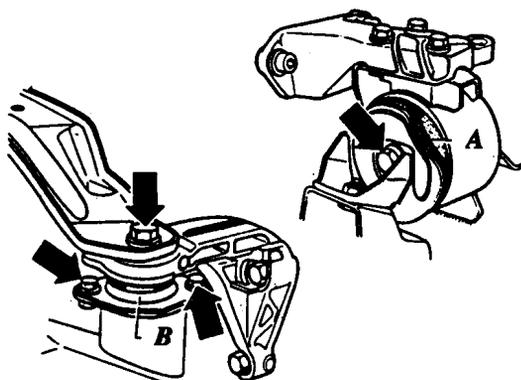
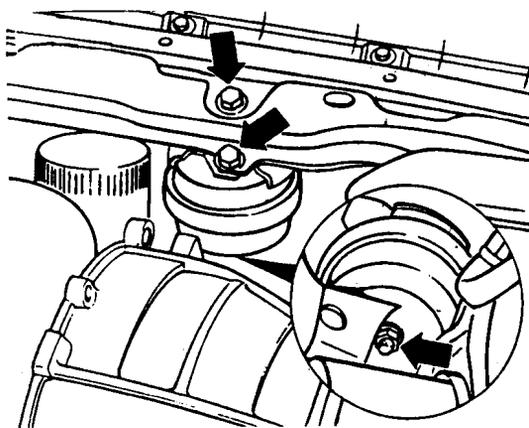

图 1-5 松开橡胶套
图 1-6 松开发动机支座前端
- (1) 松开粘接橡胶套 A（图 1-5）的中心螺栓；
- (2) 松开变速器与发动机支架处的粘结接胶座 B；
- (3) 松开发动机支座前端支架及粘结橡胶套 (图 1-6);
- (4) 来回摆动总成, 进行对中调整;